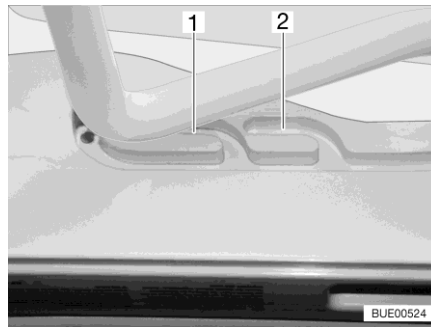
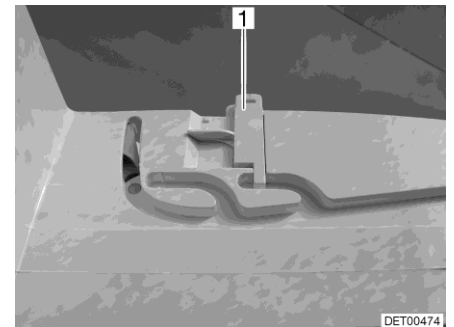

Fig. 117 Glissière (position de ventilation)
Fig. 118 Verrouillage (position de ventilation)
Il est possible d'amener le lanterneau Heki en deux positions de ventilation : Position pour mauvais temps (Fig. 117,1) et position intermédiaire (Fig. 117,2). Selon l'équipement, il est possible de verrouiller le lanterneau en position intermédiaire avec les deux verrous (Fig. 118,1) à gauche et à droite du cadre du lanterneau.
- Pousser légèrement l'étrier vers le haut, le pousser dans la glissière choisie (Fig. 117,1 ou 2) et le verrouiller si nécessaire.